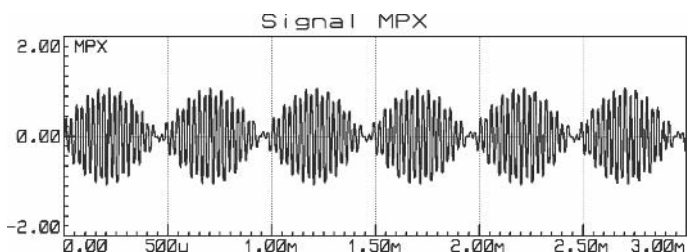

Figure 7.7
**Sepatoo** – Les voici donc. En figure 7.7, deux signaux en opposition de phase sur les entrées audio, et le pilote 19 kHz.